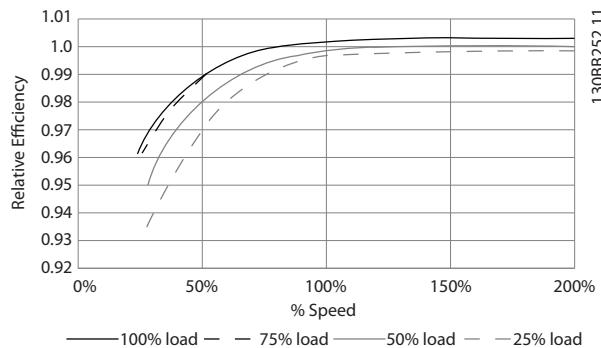

图 10.26 典型效率曲线
根据图 10.26 计算变频器在不同速度和负载下的效率。该图中的因数必须与 章 7.1 电气数据, 380 - 500 V 和 章 7.2 电气数据, 525-690 V 中的规格表中所列的特定效率因数相乘。
**范例：**假定一台 160 kW、380-480/500 V AC 变频器以 25% 的负载和 50% 的速度运行。图 10.26 显示出 0.97 - 160 kW 变频器的额定效率是 0.98。因此，其实际效率是：0.97 × 0.98=0.95。